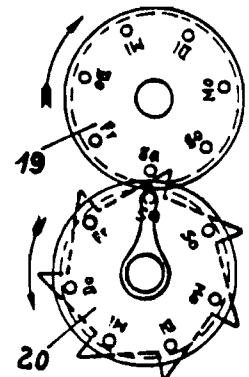
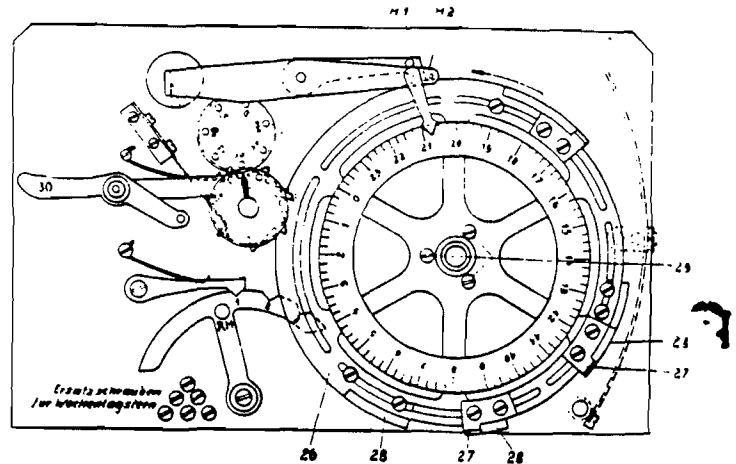

Bild 3
Bild 6
Wochentageinstellung (Bild 3):
Das aus Bild 3 ersichtliche obere Rad (19) ist so lange zu drehen, bis der auf der Welle des Sternrades (20) angebrachte Zeiger auf den gültigen Wochentag zeigt.
Kommt die Ausschaltung nur einmal in Frage, z. B. an einem Feiertag, so wird das Zählwerk durch Nachunterrücken des Hebels (30, Bild 6) ausgeschaltet. Durch Zurückstellen in die alte Stellung wird das Zählwerk wieder eingeschaltet. Soll für längere Zeit jede Woche das Zählwerk an einem bestimmten Tage ausgeschaltet werden, so wird hiezu der Wochentagstern (20, Bild 3) benützt. Dieser hat 7 Zähne, auf welchen die Anfangsbuchstaben der sieben Wochentage mit je einem dazugehörigen Gewindeloch angebracht sind. Soll nun z. B. der Samstag ausgeschaltet werden, so wird in das neben der Bezeichnung Sa befindliche Gewindeloch eine Schraube eingedreht, welche dann automatisch jede Woche die Ausschaltung des Zählwerkes bewirkt. Hiefür evtl. benötigte Ersatzschrauben sind in die hintere Platine eingeschraubt.
Einstellen der automatischen Schaltung für die Arbeitszeit (Bild 6):